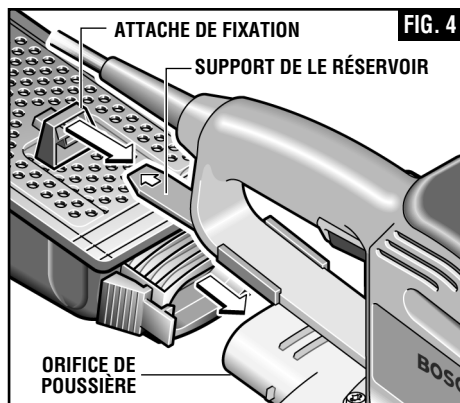

FIG. 4
Pour fixer le récipient à poussière, faites coulisser le support du récipient dans le sens de la flèche (A) jusqu'à ce qu'il bute. Insérez l'attache de fixation dans l'évidemment du récipient. Ensuite enflez le support du récipient sur l'attache de fixation dans le sens de la flèche (B) et enfoncez le récipient sur le raccord d'aspiration (Fig. 4).